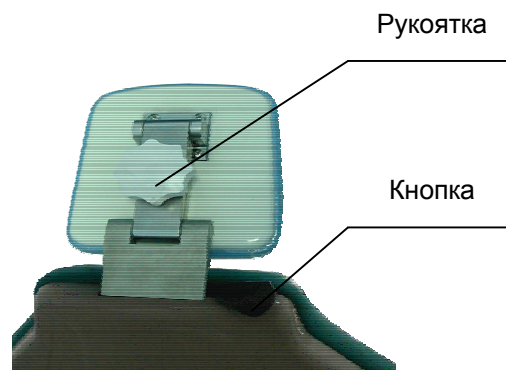

Рис.11
*Рукоятка регулировки подголовника:* подголовник может быть установлен в нужное положение после отвинчивания рукоятки против часовой стрелки. Завинтите рукоятку по часовой стрелке, чтобы зафиксировать подголовник (Рис.11).
*Кнопка регулировки опоры подголовника:* нажмите на эту кнопку, чтобы переместить опорную планку подголовника в требуемое положение. Отпустите кнопку, и опора автоматически зафиксируется (Рис.11).